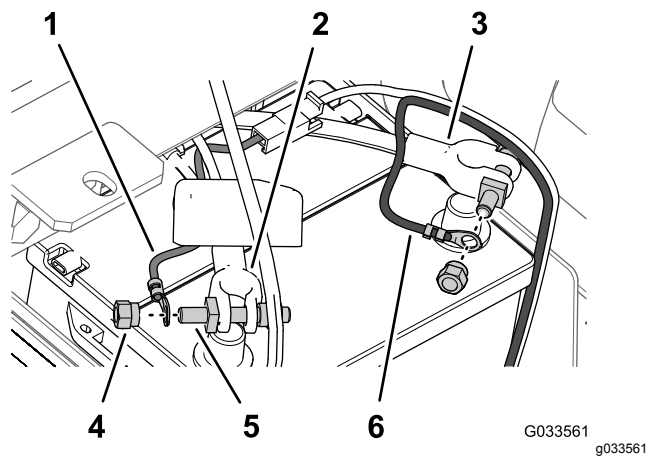

Figura 31
6. Sujete el terminal de anillo del eslabón fusible (arnés de cables del fumigador) al perno de terminal que ensambló en el cable positivo de la batería con una tuerca de abrazadera (Figura 31).
7. Sujete el terminal de anillo del cable negativo (negro – arnés de cables del fumigador) al perno de terminal que ensambló en el cable negativo de la batería con una tuerca de abrazadera (Figura 31).